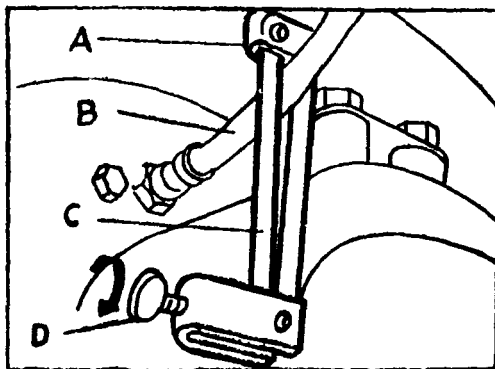
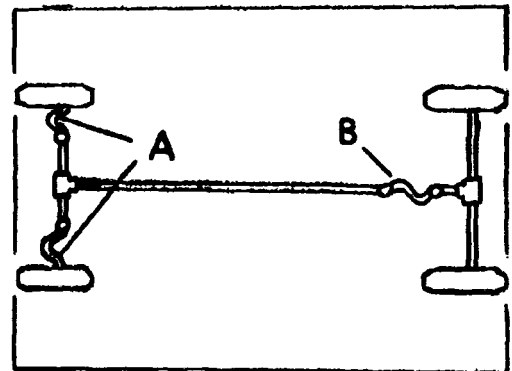

Fig. 1 Pinza GIRLING
Fig. 2 Posición de las pinzas
- 2) Con la ayuda de las pinzas GIRLING, condenar todas las conducciones del sistema hidráulico a las ruedas. Las pinzas deberán colocarse sobre los latiguillos flexibles según se indica en las fig. 1 y fig. 2